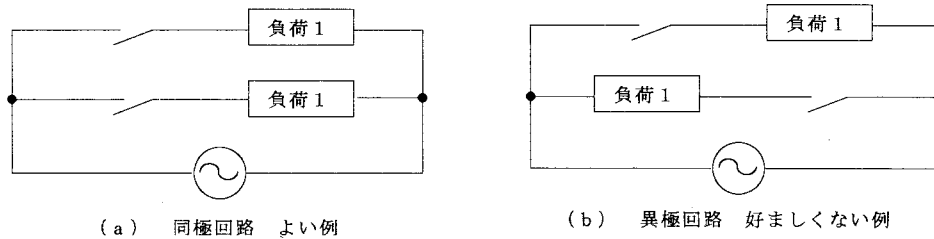

図3-55 スイッチの接続の良否
- (1) リレーや負荷を直列に接続しない。
- (2) 抵抗負荷は、抵抗分のみでなく誘導分または容量分が含まれる。
(3) リレーとスイッチの配置関係を図3-55 (a) のように同相回路で使用する。